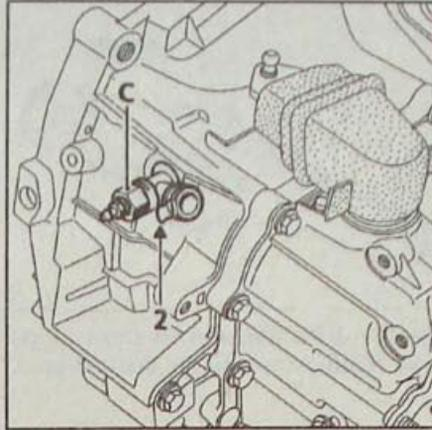

Рис. 5.12. Расположение фиксатора (2) установленного на штуцере (С) рабочего цилиндра сцепления
- Снимите фиксатор (2, рис. 5.12) уста-новленный на штуцер и отсоедините трубопровод, соединяющий главный цилиндр сцепления с рабочим цилинд-ром сцепления.